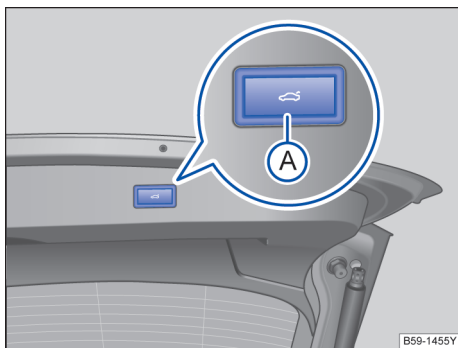

图 63 打开的行李厢盖内：用于电动关闭行李厢盖的按钮
→ 图 63 的图例：
- 在已打开的行李厢盖内短按按钮  → 图 63 .
- 按住已打开的行李厢盖内的按钮  → 图 63  3 秒以上。